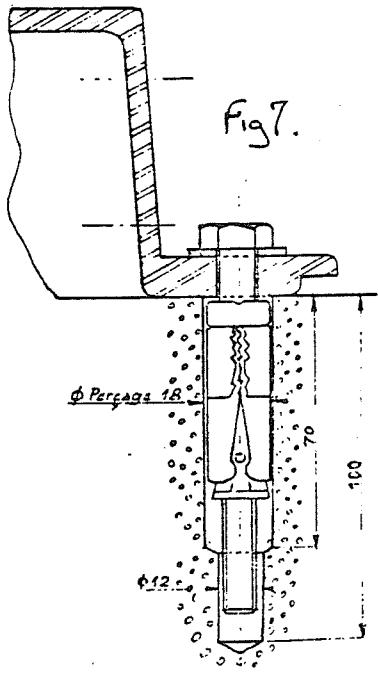

Fig. 7.
- 1) - Fixation au sol par goujons avec paillages des cables en coniveau (Fig 7)